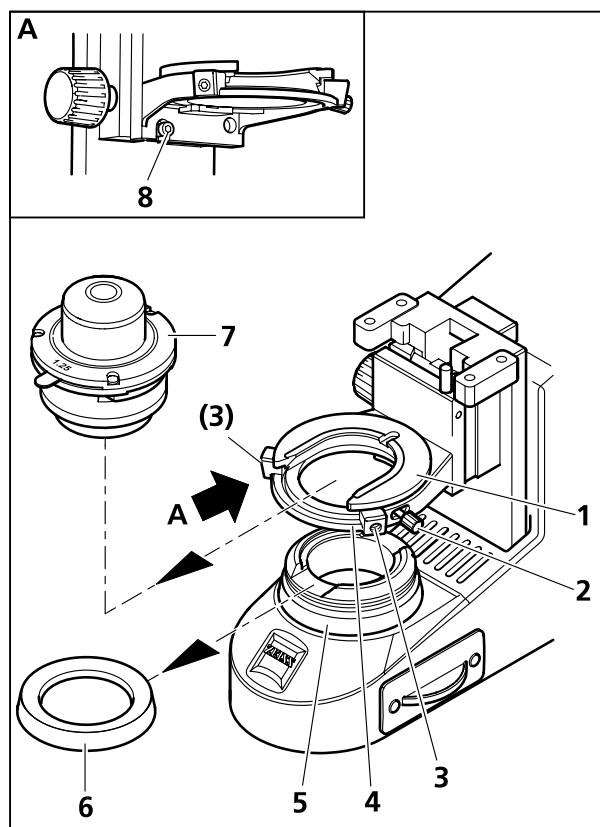
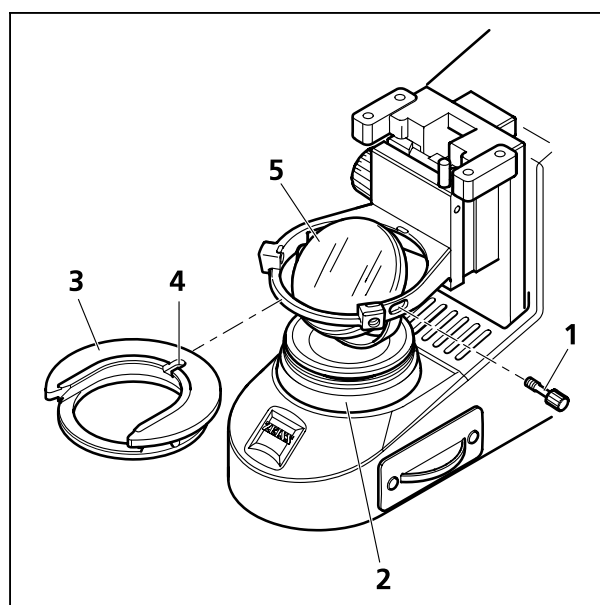

Рисунок 30 Демонтаж и монтаж конденсора
Рисунок 31 Демонтаж и монтаж зеркала
- Отвинтить защитный колпак (Рисунок 30/6) от полевой диафрагмы осветителя (Рисунок 30/5).
- Вывинтить упорный винт (Рисунок 30/8) и опустить носитель конденсора в нижнее положение посредством винта с накаткой, предназначенного для регулировки по высоте.
- Ослабить зажимный винт (Рисунок 30/2) конденсора и юстировочные винты (Рисунок 30/3) держателя конденсора (Рисунок 30/4), пользуясь торцовым шестигранным ключом, так, чтобы конденсор (Рисунок 30/7) можно было вытянуть спереди. Вынуть конденсор (Рисунок 30/7).
- Вывинтить зажимный винт (Рисунок 30/2 и Рисунок 31/1 соответственно) из вставки держателя конденсора (Рисунок 30/1 и Рисунок 31/3 соответственно).
- Прижать вставку держателя конденсора назад к пружине и вынуть её из держателя конденсора (Рисунок 30/4) под углом вверх.
- Вставить зеркало (Рисунок 31/5) сверху через отверстие держателя конденсора в приёмное гнездо полевой диафрагмы осветителя (Рисунок 31/2). Убедиться в том, что зеркало установлено в горизонтальном положении.